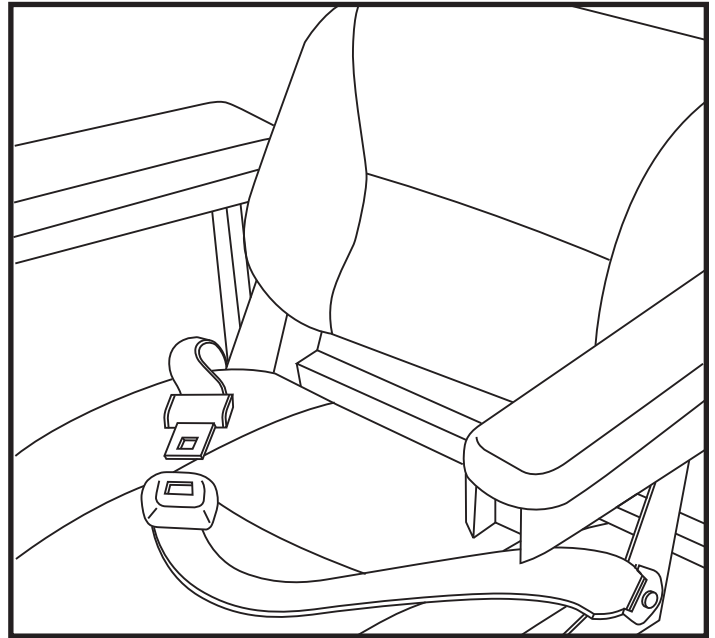

图15 定位带调整
您的电动轮椅可能配置了定位带，可根据使用者舒适度进行调整。见图15。该定位带可防止使用者从座位上向下或向前滑动。该定位带不可用作束缚装置。
1. 坐上轮椅后，将定位带一侧金属扣插入对侧塑料壳内，直至听到咔哒一声。见图15。